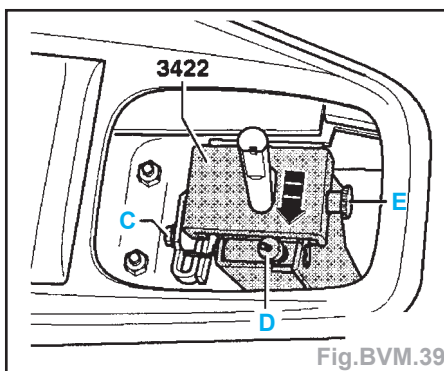

Fig. BVM.39
- Desserrer la vis (C), tirer le cas échéant le joint en mousse dans la zone de la vis (C) (Fig. BVM.39).